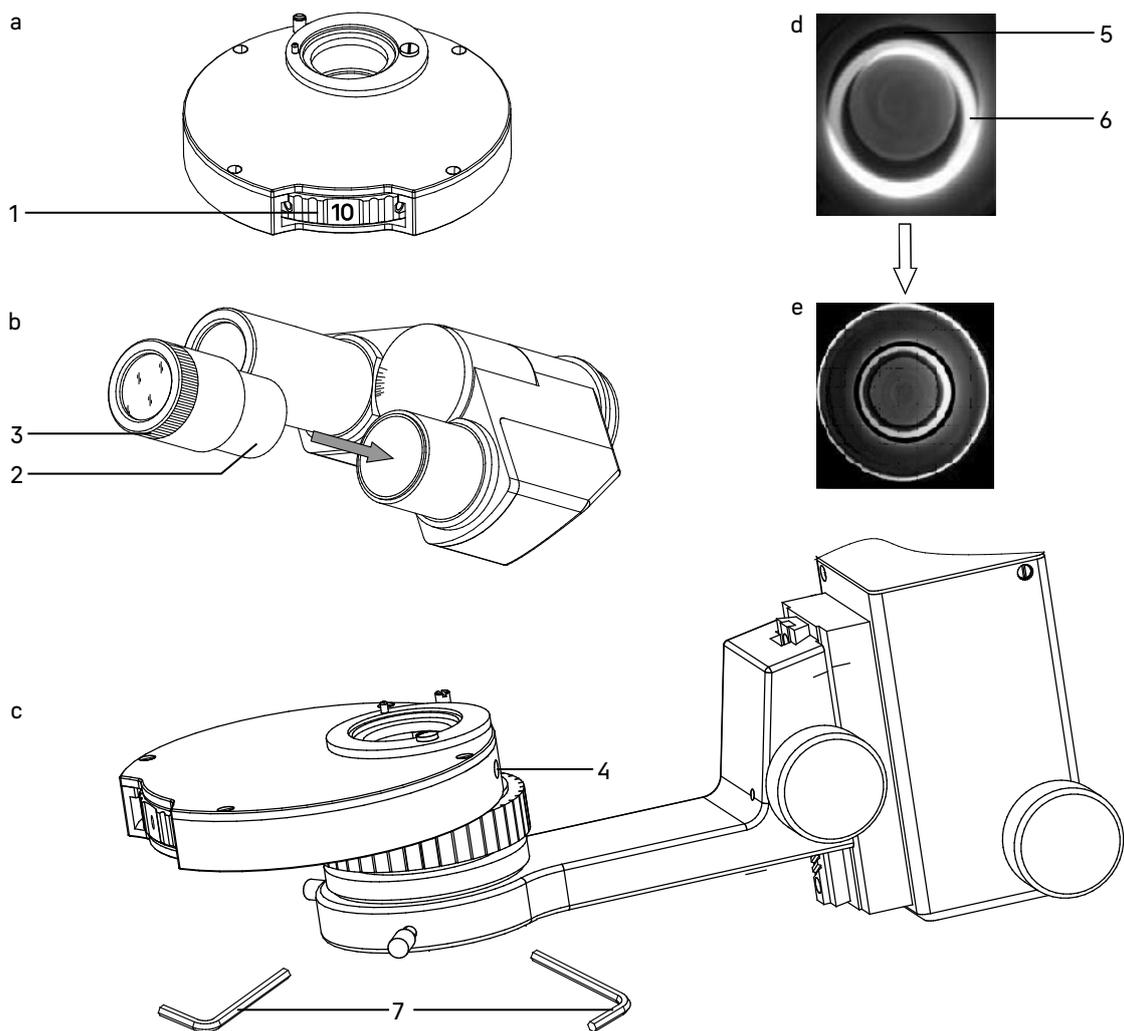

Рис. 20. Настройка фазово-контрастного устройства
1. Введите в ход лучей фазовый объектив 10х из комплекта микроскопа. Введите в ход лучей соответствующее фазовое кольцо конденсора – поверните диск **1** конденсора так, чтобы в окошке появилась цифра «10» (рис. 20а). Отрегулируйте высоту конденсора так, как показано на рис. 6.
5. В режиме работы по методу фазового контраста кольца **5** и **6** должны совпадать. Если они не совпадают, нужно отцентрировать кольцо диафрагмы при помощи винтов **4**, которые регулируются ключами-шестигранниками **7**. Изображение должно соответствовать рис. 20е.